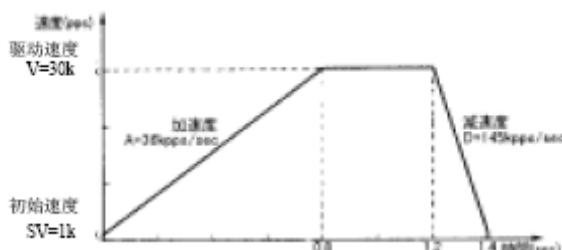
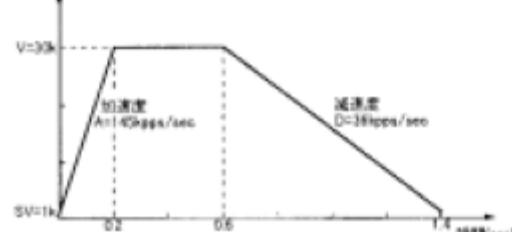

图 2.2.5 非对称直线加减速驱动(加速度&lt;减速度)
图 2.2.6 非对称直线加减速驱动(加速度&gt;减速度)
往垂直方向移动对象物时, 对对象物有重力加速度的负担, 所以在这样加速度和减速速度不同的非对称直线加减速的定量驱动中, 最好变更上下移动的加速度和减速速度。此 IC 可以运行自动减速, 事先不用设定手动减速点。图 2.2.5 是加速度比减速速度大的例子, 图 2.2.6 是减速速度比加速度大的例子。在这样的非对称的直线加减速中数据输出脉冲数 (P) 和各速度参数可以在 IC 内部计算减速开始点。
- 加速度>减速度(图 2.2.6)时, 加速度和减速度的比率有下述的条件。
- 加速度>减速度(图 2.2.6)时, 加速度 Acceleration 和减速度 Dcceleration 的比率越大拖延脉冲越多 (Acceleration/Dcceleration=10 倍时, 最大 10 脉冲左右。为了改善拖延脉冲问题, ①增加初始速度, ②在加速计数器偏移上设定负数值。